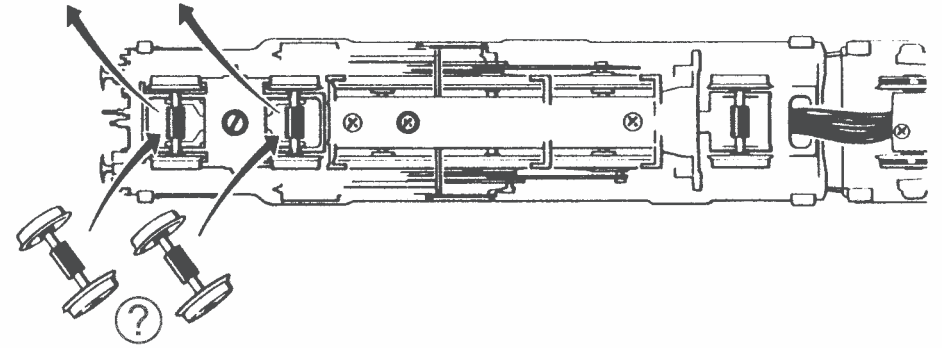

Fig. 3
First remove Tender body (fig. 3). Then remove the jumper from the interface. Finally put the plug of the chip into the interface as shown in fig. 3.
2. Lubrication: Apply **tiny oil drops** to spots marked in fig. 6. Prior to lubrication dismantle the loco body or the tender body (fig. 7, fig. 3). We recommend using item no. **10906, Roco oiler**. For lubrication the gearparts (e.g. cogwheels, worm) we would recommend our Roco **special grease** (item no. **10905**).
5. Carbon Brush Changing: First remove tender body (fig. 3), and then the motor (fig. 8).
Exploitation en télécommande multi-trains: Veuillez démonter d'abord la caisse du tender (fig. 3). Enlevez ensuite la fiche de shuntage de l'interface (à conserver!) et enfichez finalement la fiche du module de télécommande aux prises de l'interface. Veillez à la position correcte de la fiche (voir fig. 3).
2. Graissage: N'appliquez **qu'une toute petite goutte** aux endroits indiqués par le plan de graissage (fig. 6) après avoir démonté la caisse du locomotive/tender (fig. 7, fig. 3). Nous vous recommandons le **graisseur à huile Roco réf. 10906**. Pour graisser les engrenages (roues dentées, vis sans fin) nous vous conseillons la **graisse spéciale Roco réf. 10905** pour engrenages en matières synthétiques. Lorsque vous utilisez cette graisse il faut éviter d'huiler ces composants.
5. Remplacement des balais du moteur: Démontez la caisse du tender (voir fig. 3). Sortez ensuite le moteur de son longement (voir fig. 8) et échangez finalement le balais.